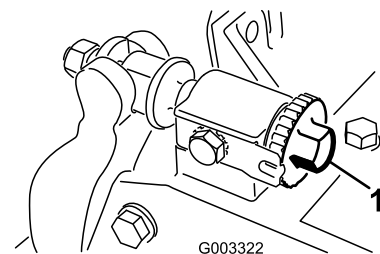

Figure 26
1. Séparez le cylindre et la contre-lame en tournant les boutons de réglage de la contre-lame (Figure 26) dans le sens antihoraire jusqu'à ce que les deux pièces ne soient plus en contact.